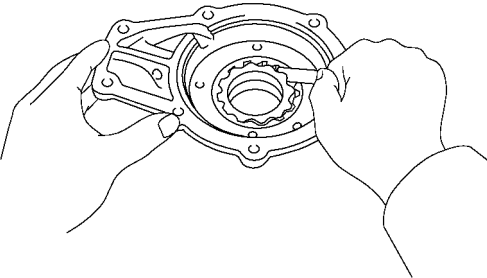

图 12-17 用塞尺测量两个转子顶部之间的径向间隙
(2) 检查两个转子的径向间隙。使用塞尺测量两个转子顶部之间的径向间隙，如图 12-17 所示。